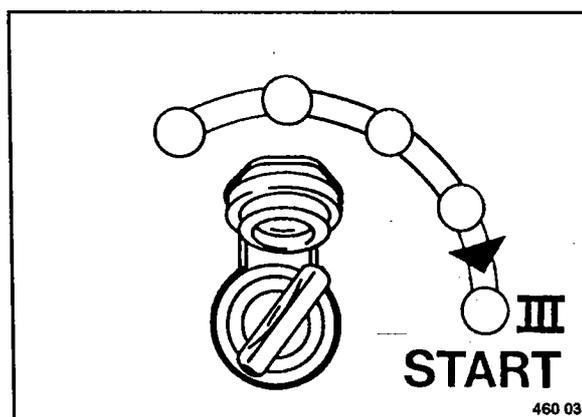

Fig. 44
- Después de haberse apagado la lámpara de control para precalentamiento hay que girar la llave de encendido a posición "III" (Fig. 44), el arrancador gira el motor.